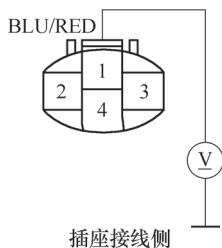

图 5-142 测量 A/C 压力开关 4P 插接器的 1 号端子和车身搭铁之间的电压
3) 将点火开关置于 ON (II) 位置。
4) 如图 5-142 所示, 测量 A/C 压力开关 4P 插接器的 1 号端子和车身搭铁之间的电压, 检查是否为 5V 或更高。如果不是, 维修继电器模块与 A/C 压力开关间的导线开路故障, 如果线路正常, 则更换继电器装置; 如果是, 进行下一步检查。